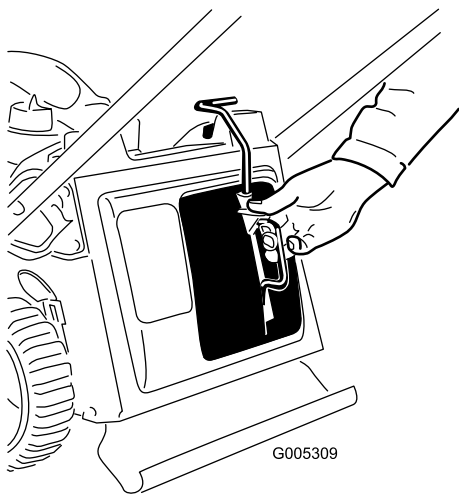
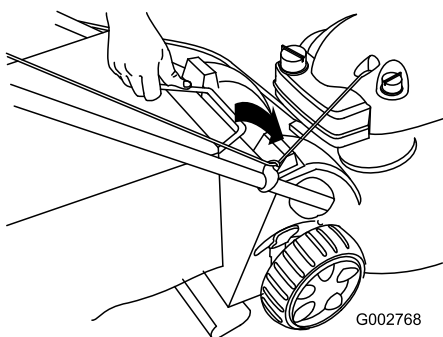

Figure 18
Figure 19
1. Montez l'obturateur de mulching (Figure 18) ou le bac à herbe (Figure 19) sur la tondeuse.